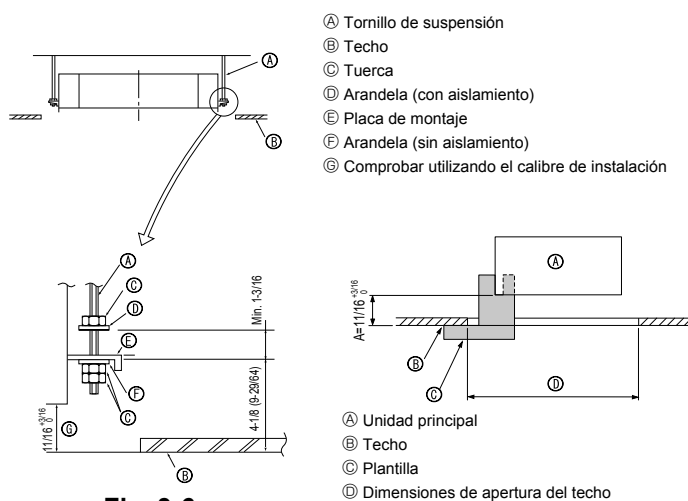

Fig. 3-6
- ① Estructuras de madera
- ② Estructuras de hormigón armado
3.6. Procedimientos de suspensión de la unidad (Fig. 3-6)